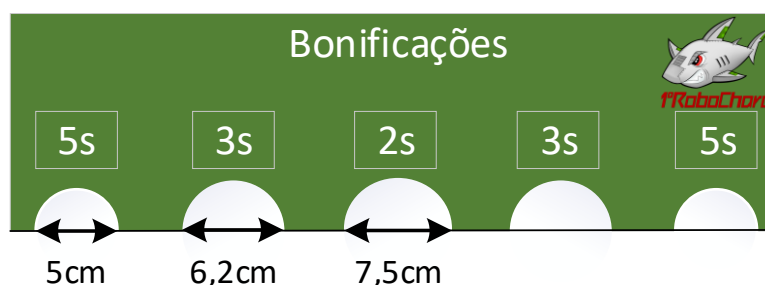

Figura 4: Diagrama do desafio 2
- 1.3.7. O segundo desafio consiste em controlar a segunda rampa de forma a fazer com que a bola entre dentro de um dos 5 buracos com diferentes tamanhos (bonificações), conforme mostrado na **Figura 4**. Caso a bola não entre em nenhum buraco, a equipe não receberá bonificação. Os 2 buracos de 5cm de diâmetro dão 5 segundos de bonificação, os 2 buracos de 6,2cm de diâmetro dão 3 segundos, enquanto o buraco de 7,5cm de diâmetro dá 2 segundos de bonificação.